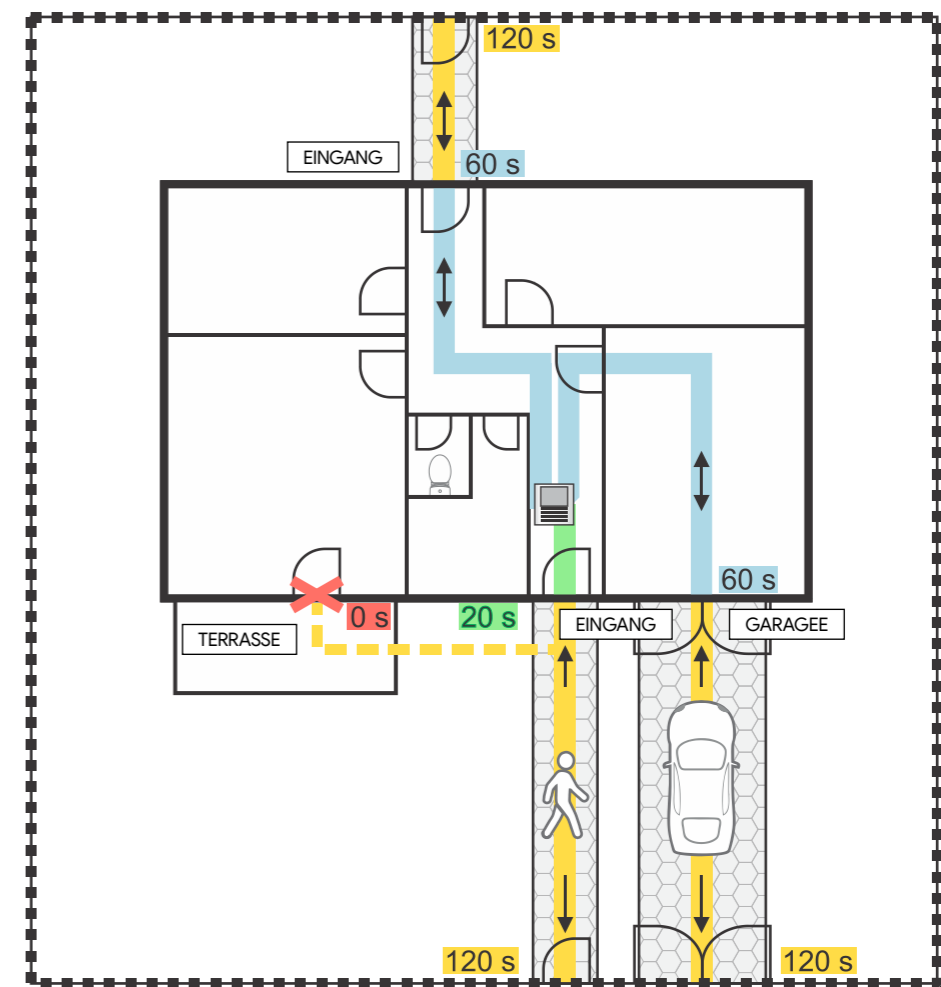

Abbildung 22 - Gestaltung des Eingangssystems
- Ein kleines Einfamilienhaus mit Garage, Haupteingang, Terrassenzugang zum Wohnzimmer, Hintereingang sowie einem Garten mit Zufahrtsweg (siehe Abbildung 22 „Systementwurf“).